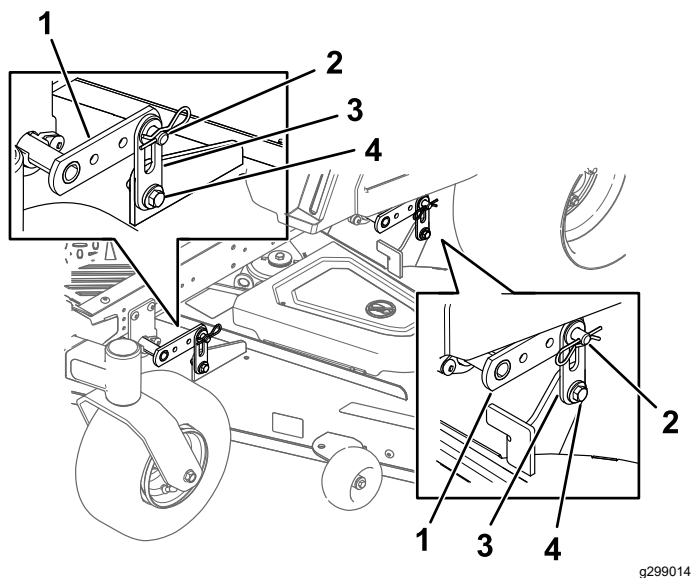

Figure 59
5. Desserrez les boulons de réglage aux quatre coins de sorte que le tablier repose bien sur les quatre cales (Figure 59).
6. Vérifiez que les axes du tablier se trouvent en haut de la fente dans les pattes de support du tablier (Figure 59).
7. Resserrez les quatre boulons de réglage (Figure 59).